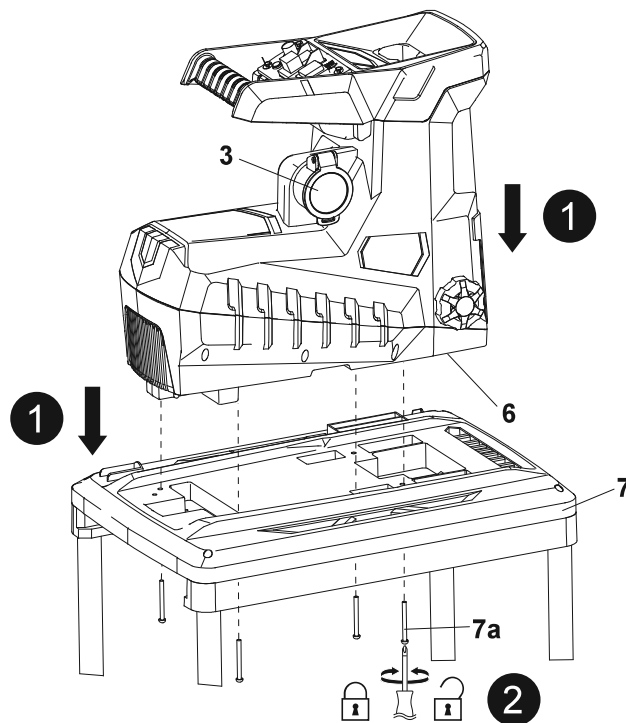

Fig. 4
1. Levante a unidade do motor. Alinhe a conduta de descarga (6) com a abertura da placa de base (7) e coloque o motor na placa de base (7) (Fig. 4, passo 1).
2. Certifique-se de que a unidade do motor está na devida posição e que o cabo de alimentação (3) não é apertado pela placa de base (7).
3. Fixe a ligação com os quatro conjuntos de parafusos (7 a) a partir da parte inferior da placa de base (7) (Fig. 4, passo 2).